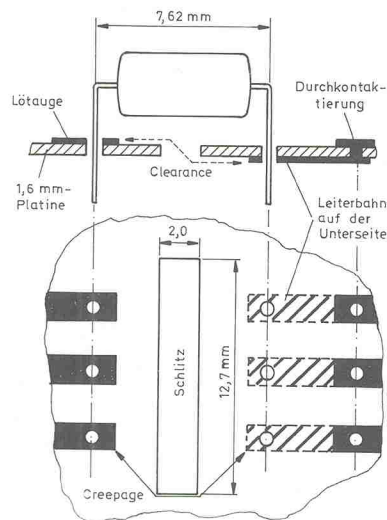
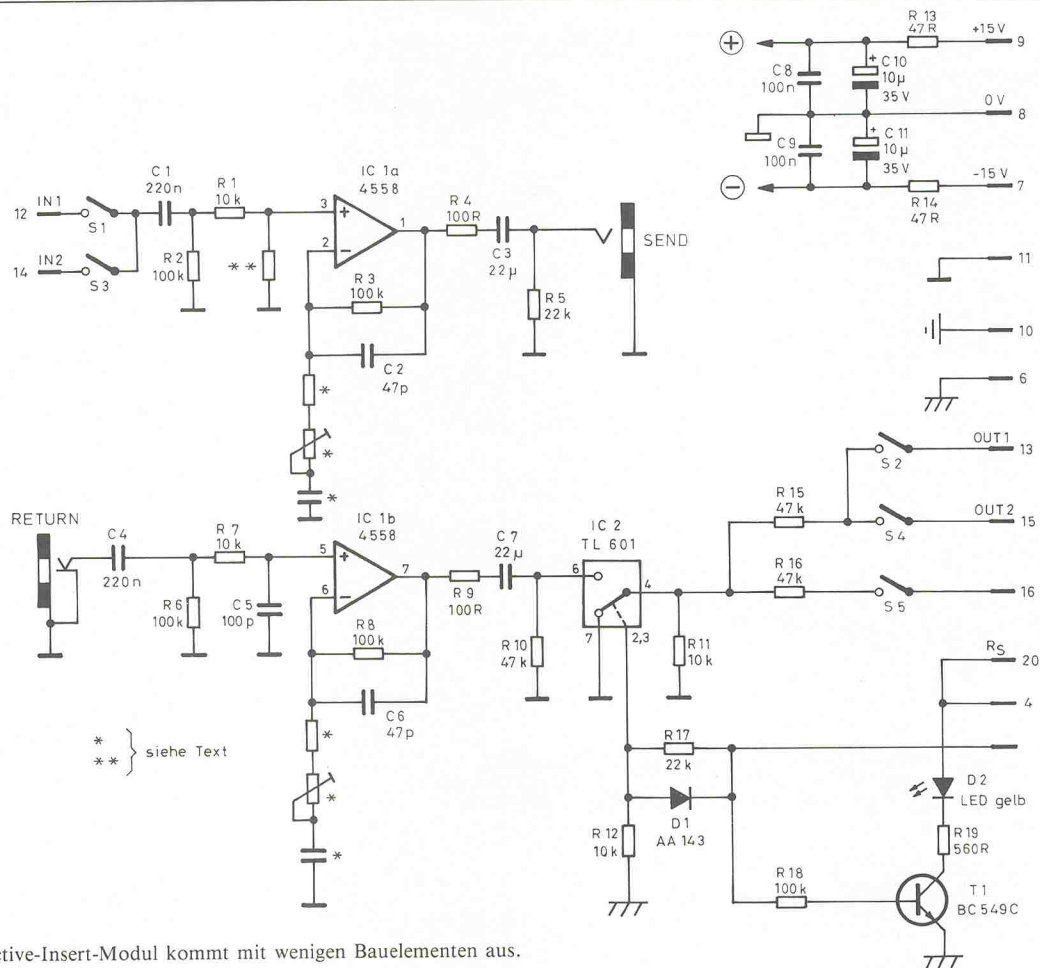

Bild 5. Vergrößerung des 'clearance'-Abstandes durch beidseitige Kaschierung.
Bild 1. Das Active-Insert-Modul kommt mit wenigen Bauelementen aus.
Die Vergrößerung der minimalen Funkenstrecke L(CL) erfordert die Verwendung von doppelseitig kaschierten Leiterplatten. Wie in Bild 5 gezeigt, kann man die linke Pinreihe oberseitig und die rechte
In Bild 1 ist der Schaltplan des Active-Insert-Moduls wiedergegeben. Die Schaltung ist relativ einfach und bedarf keiner größeren Erklärungen. Die Signalschaltwege wurden bereits in Teil 4 der Bauanleitung (zusammen mit der Tabelle 1) ausführlich beschrieben. IC1a und IC1b entkoppeln das Bussignal. Grundsätzlich ist eine Verstärkung von 0 dB vorgesehen. Die mit einem Sternchen (*) gekennzeichneten Bauteile werden dabei nicht bestückt. Wenn Anpassungsprobleme auftreten sollten, können die mit * markierten Bauteile bestückt werden; je nach Dimensionierung wird die Verstärkung beeinflusst (erhöht). Es müssen nicht unbedingt Trimpotentiometer eingebaut werden, obwohl für sie auf der Platine Platz vorgesehen wurde. Bei den meisten Anwendungen genügt ein Festwiderstand, der zudem noch den Vorteil bietet, daß nichts aus Versehen verstellt werden kann.
In Bild 5 ist der komplette Schaltplan des Fußschalters zu sehen. Im Prinzip gibt es hier nichts Neues, denn die Schaltung ähnelt der des Control-Moduls. Zum besseren Verständnis der Funktion kann noch einmal Bild 1 aus Heft 6/86 mit dem Control-Schaltplan zur Hand genommen werden. Bevor die Steuersignale auf den Bus gelangen, müssen sie eine Verriegelungslogik passieren, die mit den NAND-Gattern der ICs 4023 aufgebaut ist. Wenn kein Fußschalter angeschlossen ist, sind die Verriegelungseingänge über Pull-Up-Widerstände (100k) auf logisch High gelegt, und die Gatter sind offen. Ist jedoch der Fußschalter angeschlossen, bestimmt er, ob der jeweilige Effekt ein- oder ausgeschaltet wird. Dies geschieht durch die Flip-Flops 4027, deren logischer Ausgangszustand gleichzeitig mit den gelben LEDs am Fußschalter angezeigt wird.